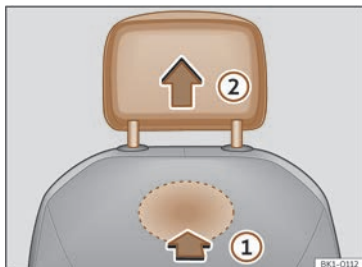

Fig. 100 Reposacaps davanters:desmuntatge.
- Per desbloquejar-lo, busqueu el rebaix situat a la part posterior del respall per la zona marcada i premeu en el sentit de la fletxa»» **fig. 100 ①**.
- Traieu el reposacaps en el sentit de la fletxa **②**.